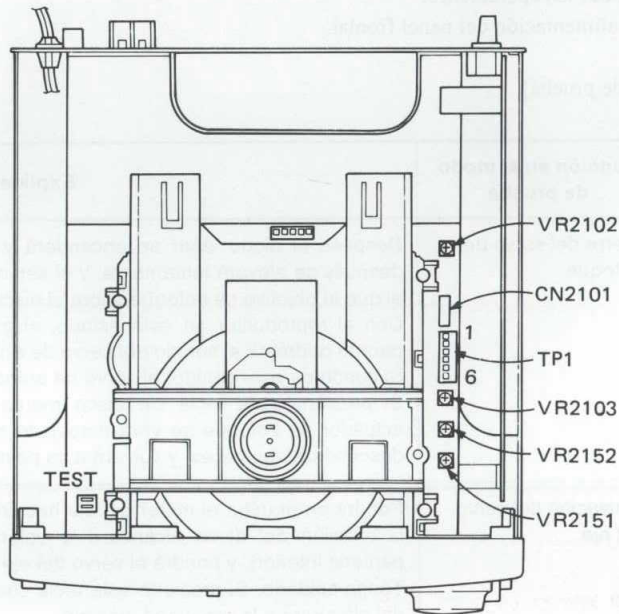

Fig. 8-7. Lugares de Ajuste
2. Cortocircuite los hilos de puenteado de modo de prueba. (Consulte la Fig. 8-7.)